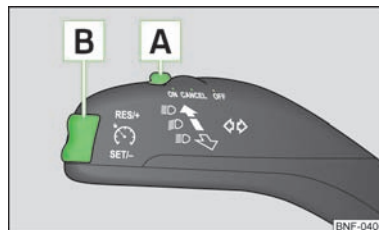

Fig. 66
- Tryk kontakten **A** » Fig. 66 til positionen **ON**.
- Tryk vippeknappen **B** » Fig. 66 til positionen **RES**.
- Du kan **reducere** den gemte hastighed ved at trykke vippeknappen **B** » Fig. 66 til position **SET**.
Du kan **midlertidigt deaktivere** fartpiloten ved at trykke kontakten **A** » Fig. 66 til den fjædrede position **CANCEL** eller også træde på bremse- eller koblingspedalen.
- Tryk kontakten **A** » Fig. 66 til positionen **OFF**.